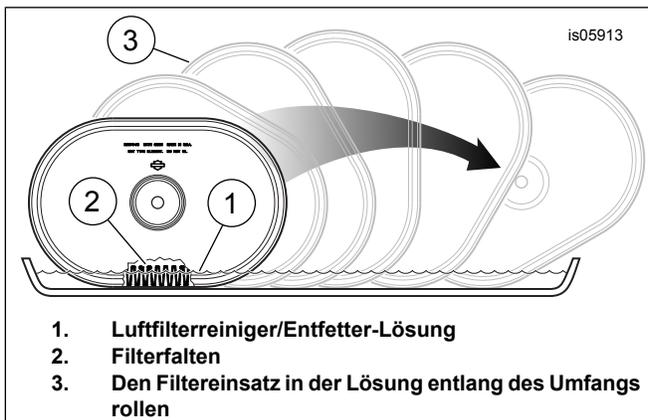

Abbildung 2. Reinigung des Filtereinsatzes
2. Luftfiltereinsatz wie folgt reinigen (siehe Abbildung 2):
- a. Den Einsatz herausnehmen und waschen, indem er auf der Kante aufgestellt in einer Wanne mit ausreichend Luftfilterreiniger/Entfetter (1) bis **maximal** 3/4 der Tiefe der Filterfalten (2) eingetaucht wird, ungefähr 9,5 mm (0.375 in). **Die verschmutzte Lösung darf nicht an die Innenseite des Einsatzes gelangen.** Den Einsatz entlang seines Umfangs behutsam in der Lösung „rollen“, bis die gesamte Außenfläche (3) der Filterfalten eingeweicht wurde.